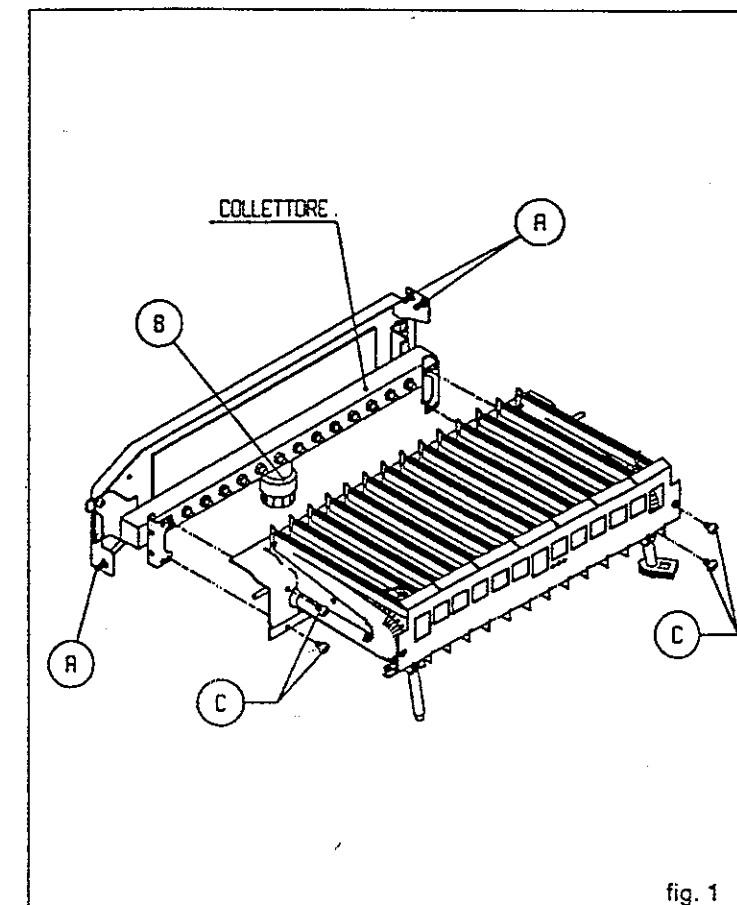

fig. 1
a) Sostituzione degli ugelli (fig. 1).
- rimuovere il gruppo bruciatore togliendo le viti (A);
- svitare il dado della rampa che collega la valvola al bruciatore (B);
- svitare le viti (C) che fissano il bruciatore al collettore;